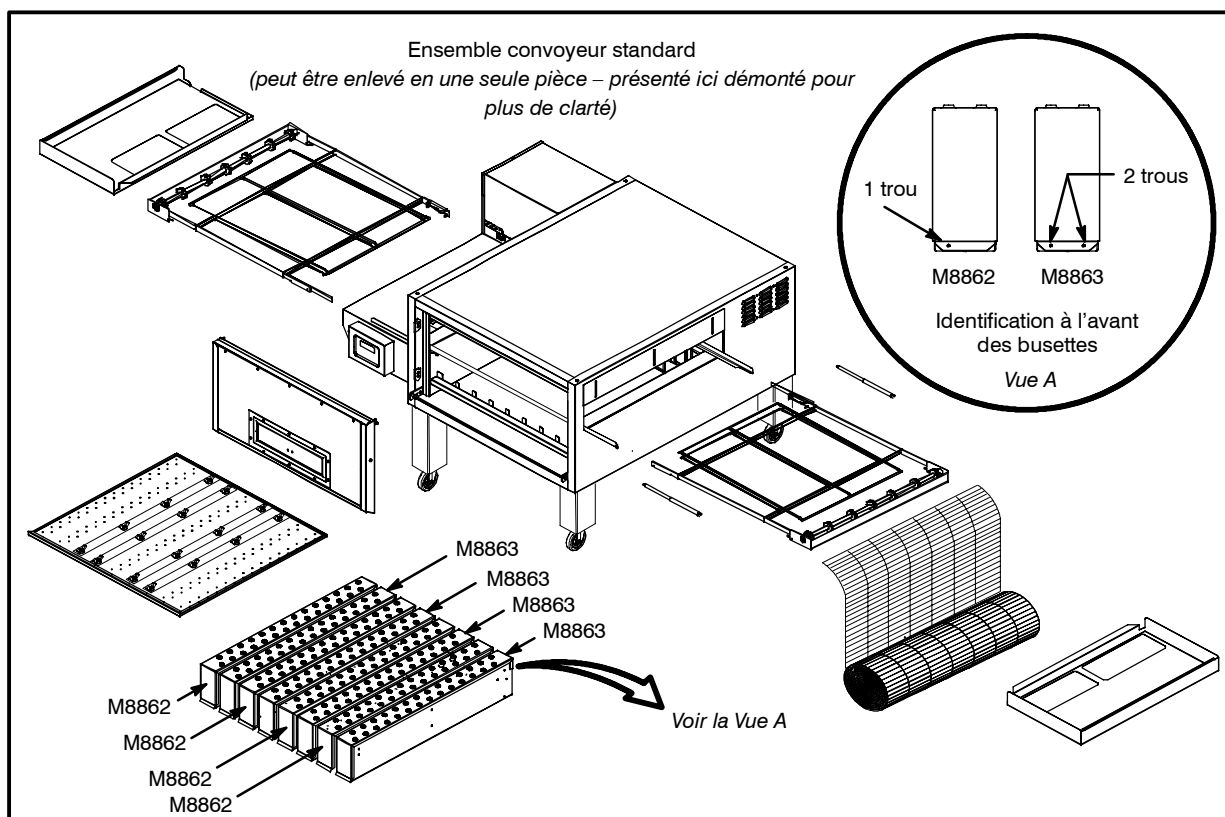

Figure 23
- Faites sortir le tapis par une extrémité, en le faisant glisser. Veillez à rouler le tapis comme indiqué à la Figure 23 afin d'éviter qu'il soit à l'envers lorsque vous le remettrez en place.
13. Remontez le four. Veillez à placer les busettes dans le bon ordre. Voir la Figure 23.